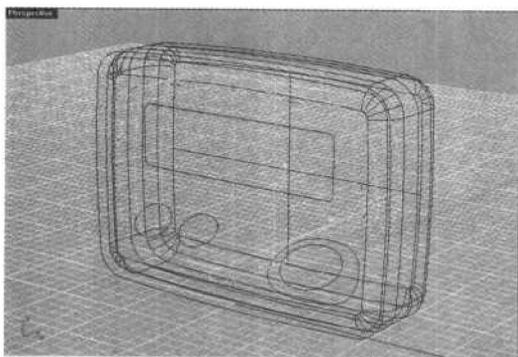

图 1.15 拉伸曲线 2
- (6) 选择任意一个倒角实体，再选择 **Boolean Difference** (布尔运算差集) 工具，在命令栏输入字母“D”，按回车键确定，该命令的作用是布尔运算以后，不删除物体。选择未倒角实体，单击鼠标右键确定，布尔运算结束。但是现在视图里还看不出变化，因为视图中的物体互相遮挡了。
- (7) 选择未作过布尔运算的倒角实体，再选择 **Boolean Intersection** (布尔运算交集) 工具，然后选择未倒角实体，右键单击完成操作，结果如图 1.15 所示。